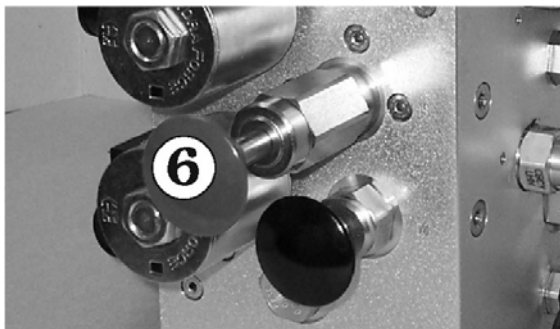

Fig. 9.10
4. För att frigöra bromsarna, pumpa med handpumpen ⑥, 5 till 10 gånger, (se fig. 9.10). Bromsarna frigörs då och S3970RT / S3370RT / S2770RT är klar att bogseras eller knuffas.